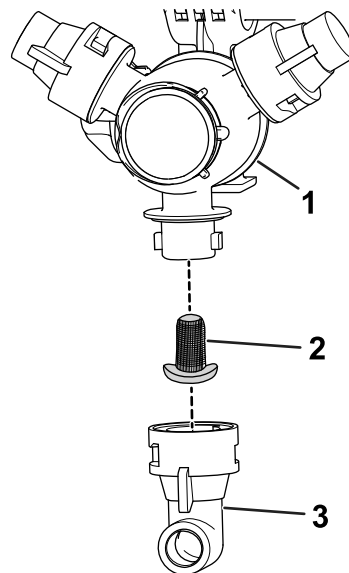

Figura 91
2. Îndepărtați duza din țurela de pulverizare (Figura 91).
3. Îndepărtați vechiul filtru al duzei (Figura 91).
4. Montați un filtru de duză nou (Figura 91).
5. Montați duza la țurela de pulverizare (Figura 91).